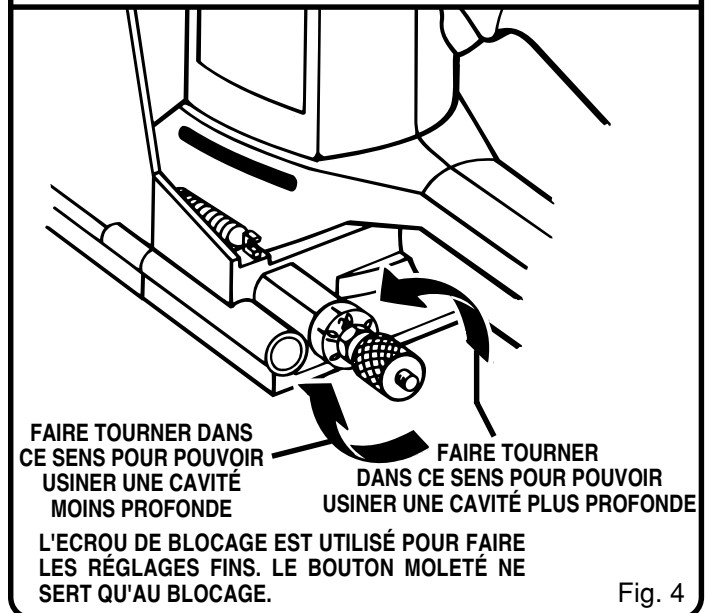

Fig. 4
Voir figure 4.
5. Usinez une cavité de test dans une chute de bois pour contrôler de nouveau le réglage de la profondeur. Vérifiez périodiquement le réglage de la profondeur pour contrôler la précision. Voir figure 4.